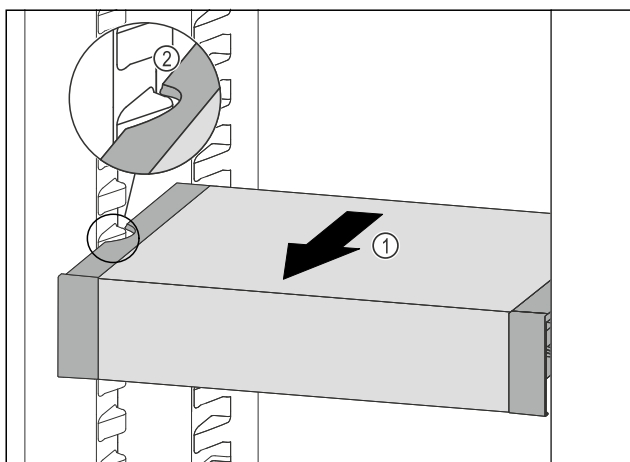

Fig. 102
- Вытягивайте VarioSafe вперед Fig. 102 (1), пока боковые выемки VarioSafe не окажутся на высоте выступа резервуара в холодильном отделении. Fig. 102 (2)